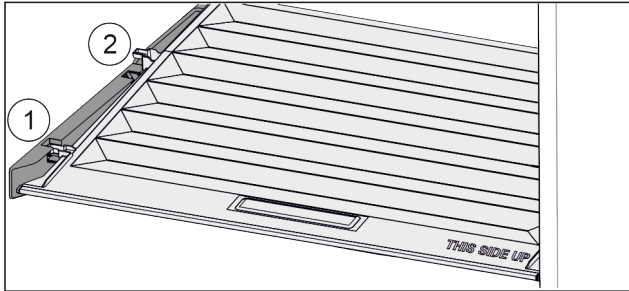

Fig. 73
- ▶ Deksel tot de opening in de vasthoud delen naar voren trekken Fig. 73 (1).
- ▶ Aan de achterkant vanaf de onderkant omhoog tillen en vanaf de bovenkant verwijderen Fig. 73 (2).